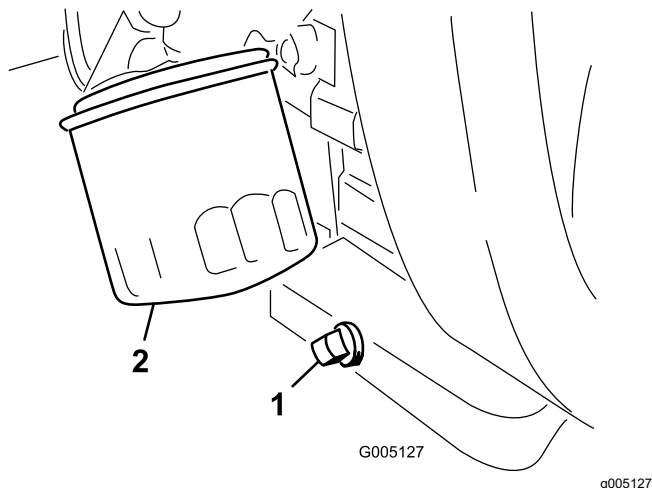

図 41
1. ドレンプラグ 図 41 を外してオイルを容器に受ける。
2. ドレンプラグのねじ山をきれいにして PTFE シーラントを巻き付ける 図 41。
3. オイルフィルタ 図 41 を外す。